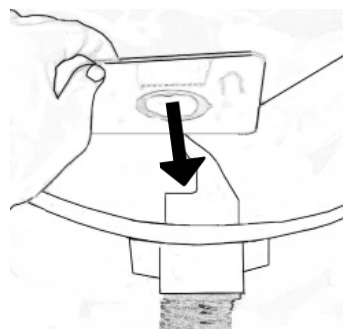

Fig. 25
1. Sæt støvsugerposens papkort fast med hullet over poseholderen, Fig. 25.